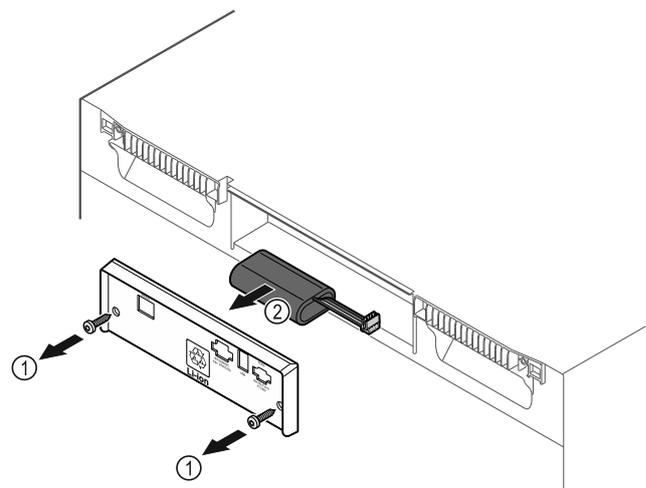

Fig. 147
- ▶ Schrauben herausdrehen und Abdeckung auf der Rückseite des Gerätes entfernen Fig. 147 (1).
- ▶ Batterie abstecken und herausnehmen Fig. 147 (2).